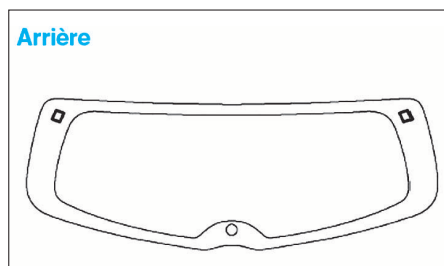

FIG. 11
- Enduire la zone de pose des entretoises de primaire d'adhérence, puis reposer deux entretoises neuves (Fig.11).